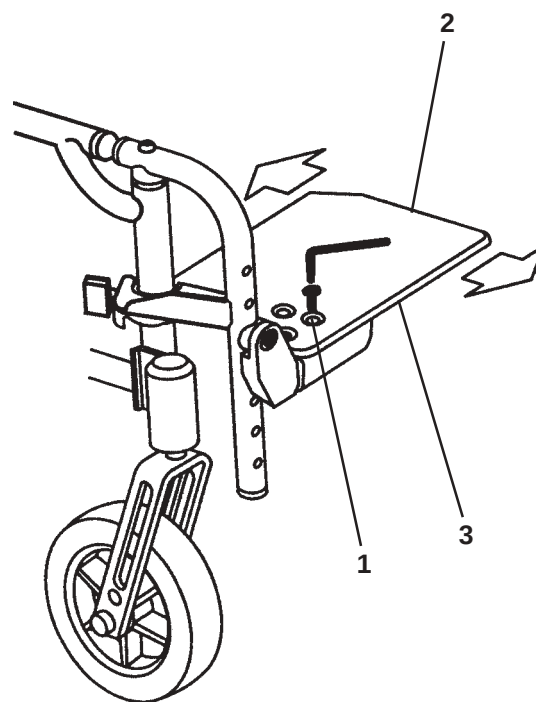

Fig. 34
De voetplaat kan ook naar voren of achteren geplaatst worden (Fig. 34). Verwijder, met behulp van een 4 mm inbussleutel, de twee schroeven (1). Verplaats de voetplaat naar voren of achteren en stel de gaten in de voetplaat (2) af op één lijn met de gaten in de geleider (3). Plaats de schroeven terug en vast op een aanhaalmoment van 8-10 Nm.